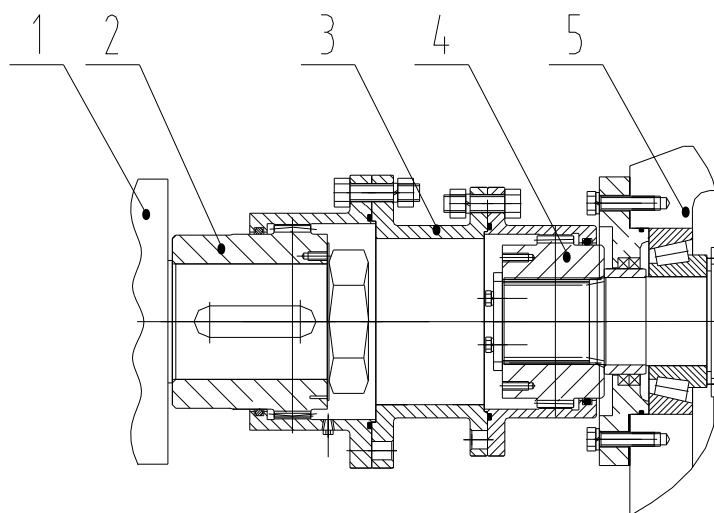

Рисунок 12-3 Муфта двигателя хода
Первый шаг в процессе регулировки – проверка зазора между двумя внешними зубчатыми втулками, зазор между двумя валами должен быть 201 мм (см. рисунок 12.3).
1. Снимите среднюю втулку между двумя зубчатыми втулками (см. рисунок 12.3).